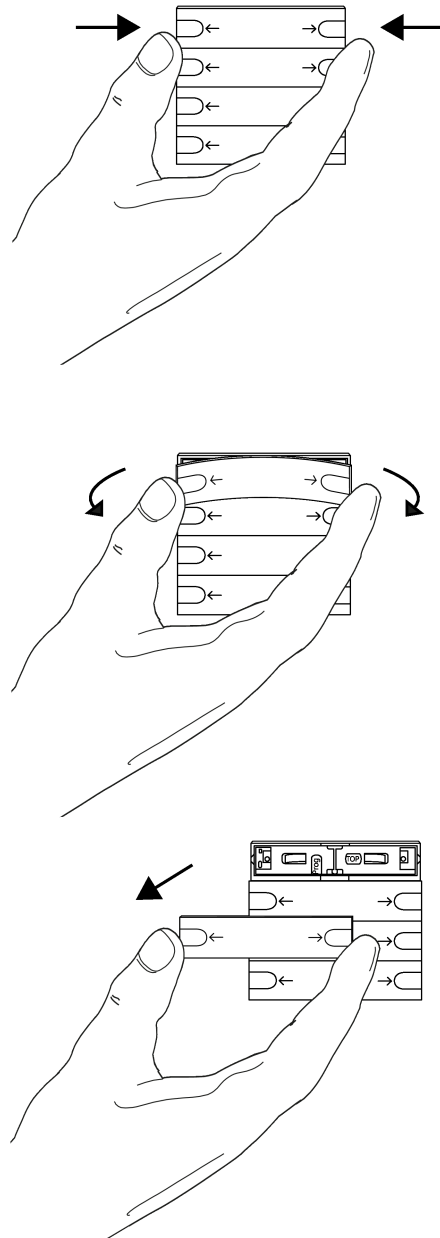

Figure 5: Démontez l'interrupteur de mise en service à bascule
- Séparer la bascule de mise en service de la touche sensorielle en tirant des deux côtés (voir figure 5).